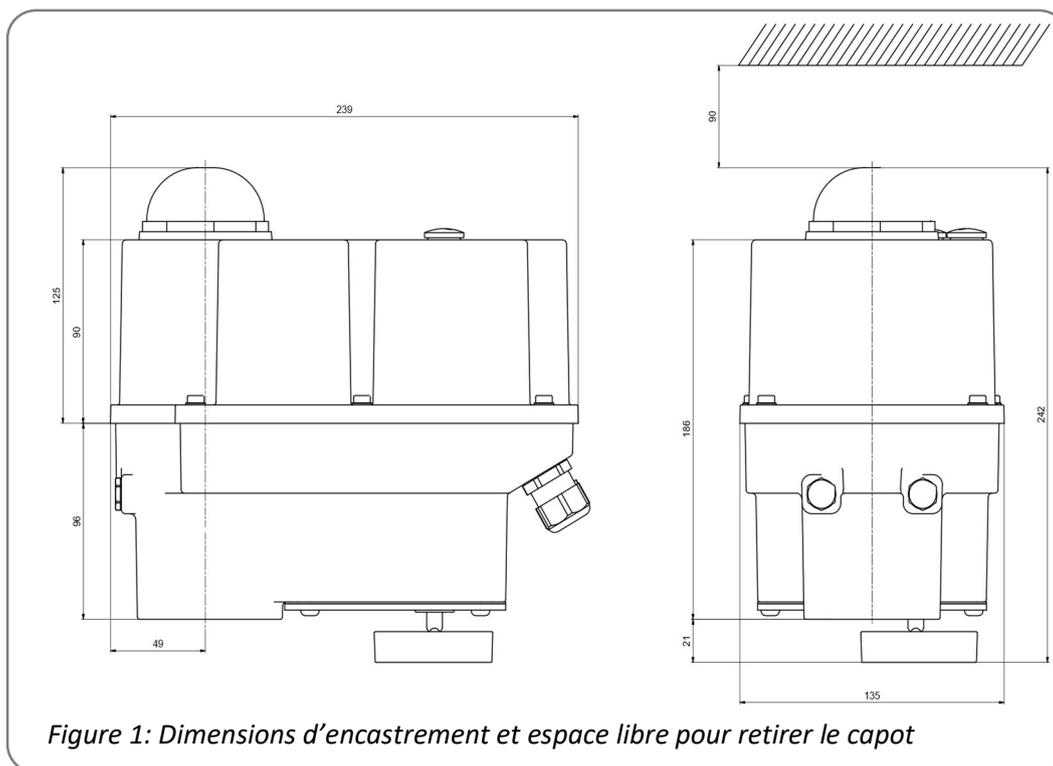

Figure 1: Dimensions d'encastrement et espace libre pour retirer le capot
- Il convient de monter les entraînements en respectant un espace libre suffisant pour permettre de retirer le capot (figure 1).